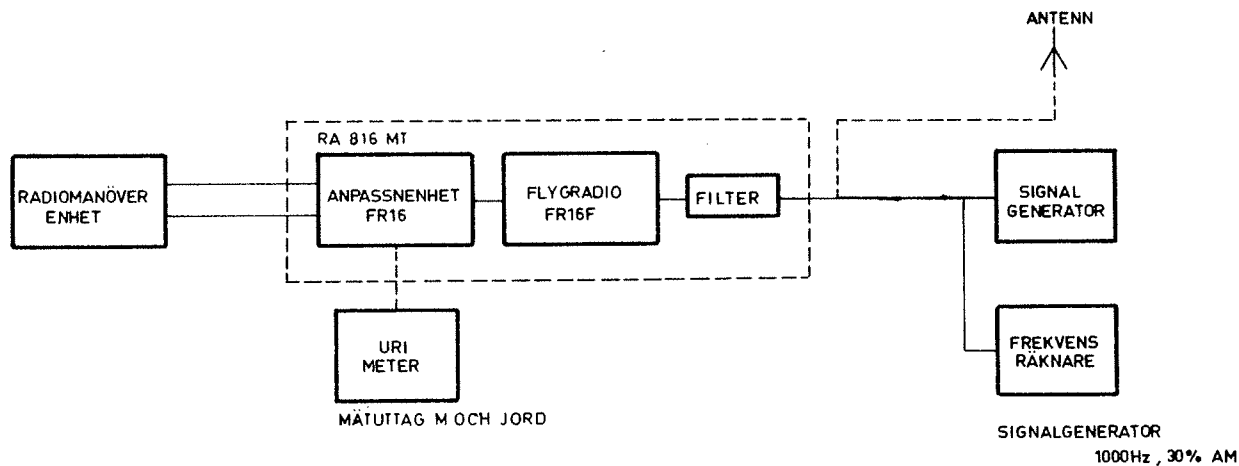

Bild 31
- Anslut signalgeneratoren till antensidan på RA 816 bandpassfilter för aktuell flygradio FR 16F, se bild 31.